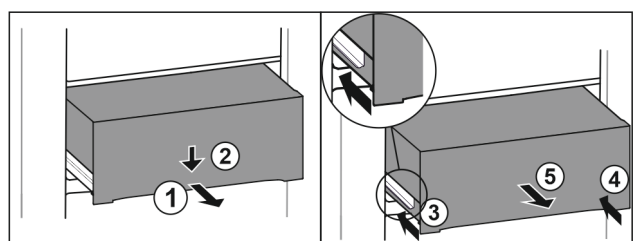

Fig. 80
- ▶ Zásuvku napůl vytáhněte. Fig. 80 (1)
- ▶ Stlačte zásuvku na přední straně dolů. Fig. 80 (2)
- ▶ Zasuňte levou kolejničku přibližně do 2 cm. Fig. 80 (3)
- ▶ Zasuňte pravou kolejničku přibližně do 2 cm. Fig. 80 (4)
- ▶ Vyměňte zásuvku dopředu. Fig. 80 (5)